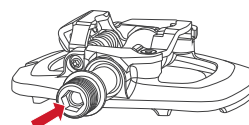

Figura 1. Usar una llave allen en el eje del pedal
3. Con la llave allen de 8 mm, desde la parte trasera del eje del pedal (figura 1), enroscala los pedales en la biela hasta alcanzar los 40,2 - 42,9 Nm.